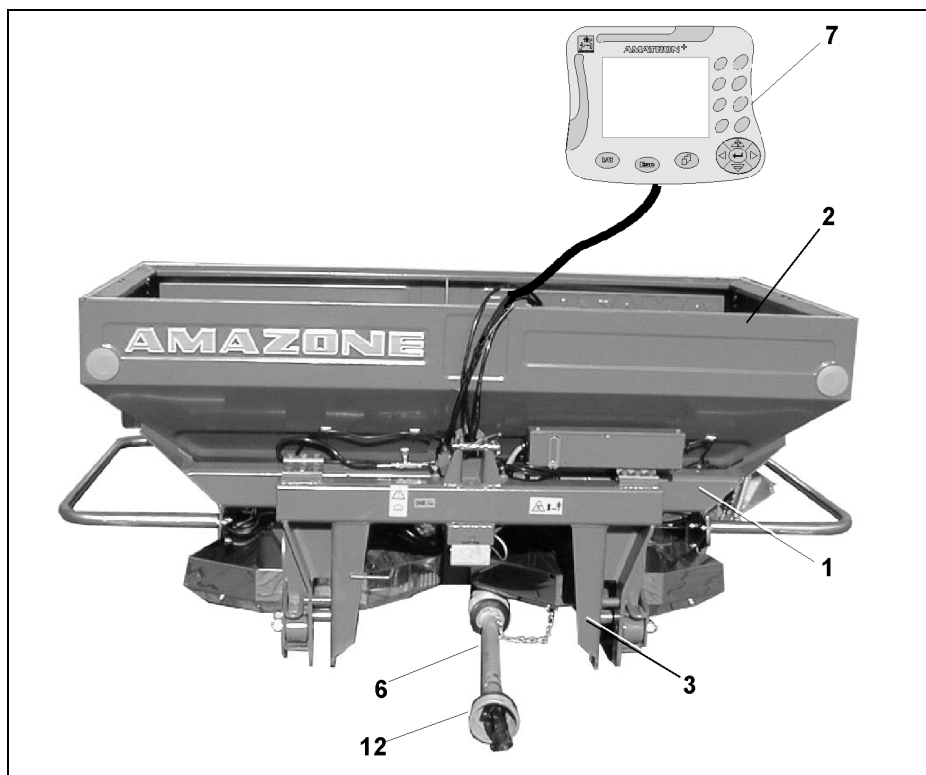

Fig. 3
- Ram (Fig. 3/1)
- Behållare (Fig. 3/2)
- Vågcellsramen (Fig. 3/3)
- Kraftöverföringsaxel (Fig. 3/6)
- Kontroll- och styrutrustning **AMATRON⁺** (Fig. 3/7)
- Kedjeskydd för drivningen till omrörarna (Fig. 3/7)
- Skyddsrör till kraftöverföringsaxel (Fig. 3/12)